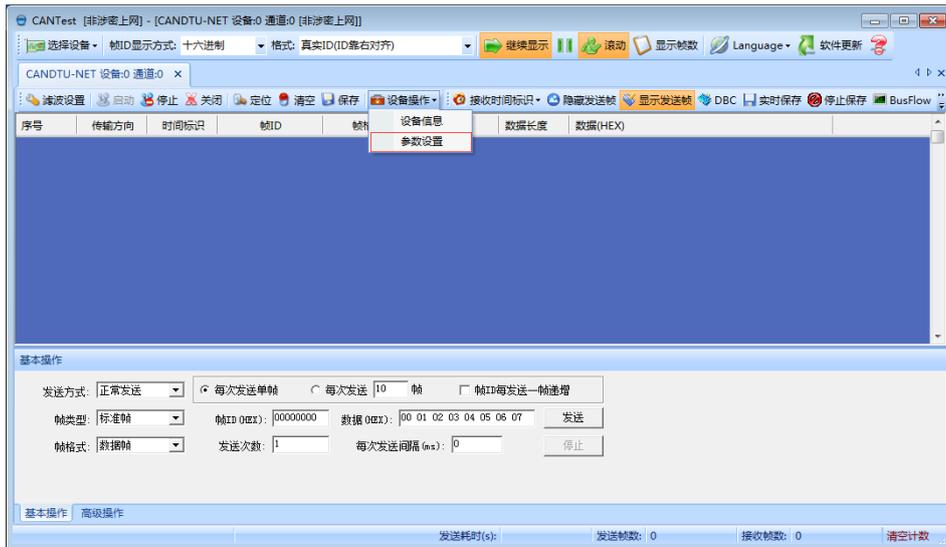
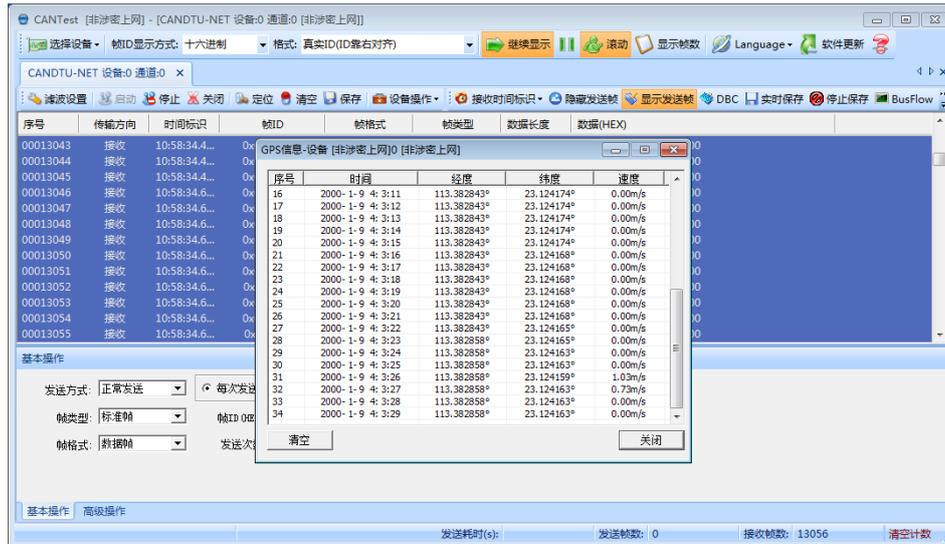

图 4.42 参数设置选择
图 4.43 GPS 定位数据
- 5) 如图 4.42 所示，点击“设备操作”项下“参数设备”可查看 GPS 上传位置信息，如图 4.43 所示。